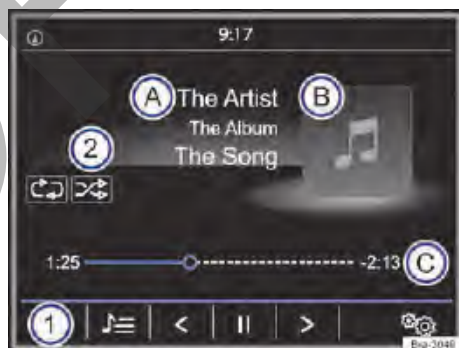

Fig. 160 Menú principal MEDIA.
- Presionar la tecla de la radio **MEDIA** para abrir el menú principal **MEDIA** → fig. 160.
Las fuentes de medios que se reproducen actualmente se exhiben en el botón de función en la parte inferior izquierda → fig. 160 ①.
- **O:** en el menú principal **MEDIA** pulsar el botón de función → fig. 160 ① y seleccionar la fuente de medios deseada.